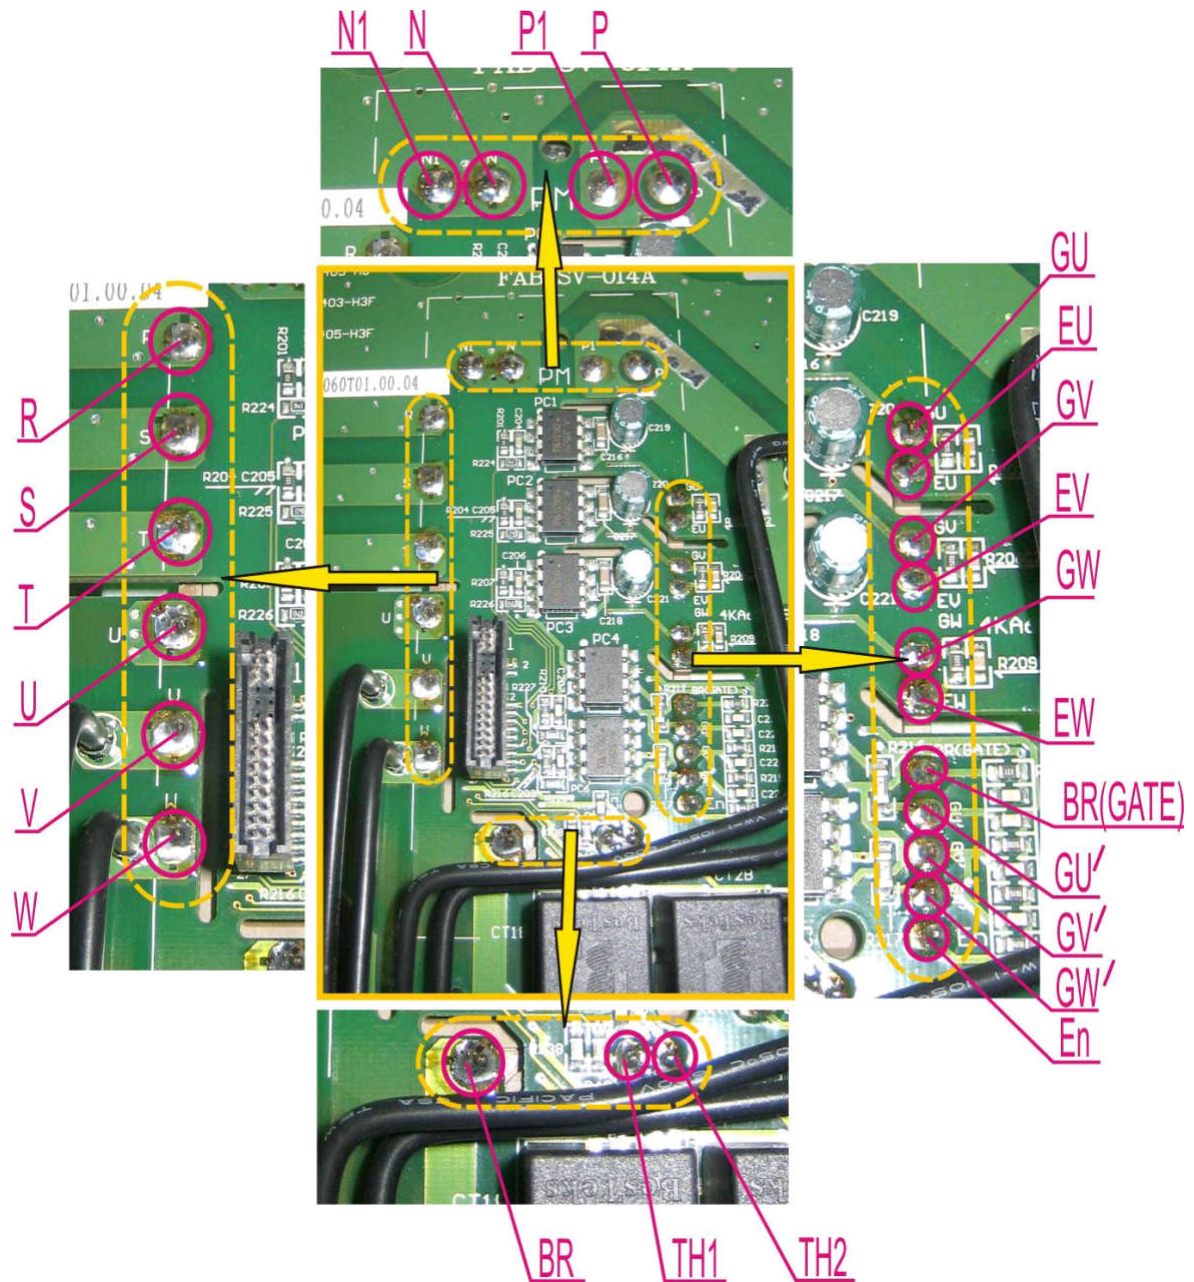

Рис. 7.6
7.2.6. Паять 24 контакта матрицы IGBT: N1, N, P1, P, GU, EU, GV, EV, GW, EW, BR(GATE), GU', GV', GW', En, TH2, TH1, BR, W, V, U, T, S, R (рис. 7.6).